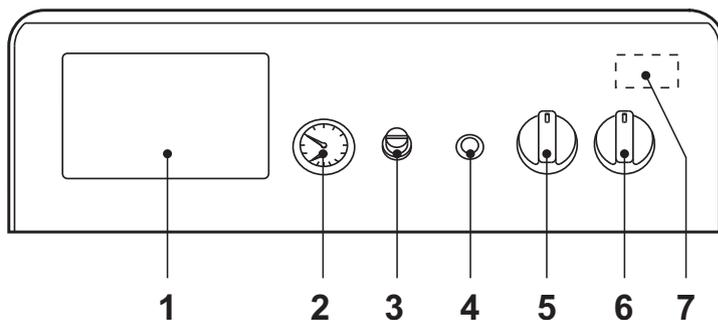
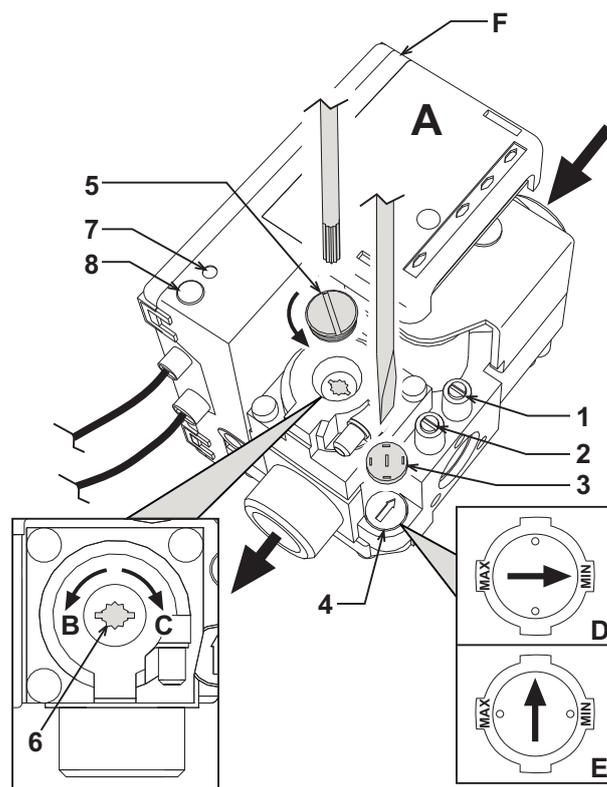

рис. 1 - Панель управления
рис. 3 - Регулирование давления
- Установите главный выключатель “6” в положение 1 (рис. 1).
- Если котел оборудован электронным термостатическим блоком управления, установленным в положении 1 на рис. 1, пользователь должен также соблюдать инструкции, предоставляемые изготовителем данного блока.
Повернув рукоятку 5 на рис. 1 по часовой стрелке, температура воды в системе отопления повышается и наоборот. Температуру воды в системе отопления можно регулировать в пределах от 30° до 90°. Однако не рекомендуется эксплуатировать котел при температуре ниже 45°.
Задайте с помощью термостата температуры воздуха в помещении нужную температуру внутри помещения. По команде от комнатного термостата котел нагревает воду в системе отопления до температуры, заданной с помощью термостата регулировки котла 5 де рис. 1. При достижении в помещении желаемой температуры котел выключается.
При заполнении холодной системы отопления, давление воды, контролируемое по показаниям установленного на котле водомера поз. 2 на рис. 1, должно составлять примерно 1,0 бар. Если во время работы давление воды в системе упало (из-за испарения растворенных в воде газов) до величины ниже вышеуказанного минимума, пользователь должен открыть кран подачи воды и довести давление до первоначального значения. По окончании операции всегда закрывайте кран подачи воды.
Подключите манометр к штуцеру отбора давления 2 (рис. 3), расположенному после газового клапана, затем переведите ручку термостата котла (поз. 5 - рис. 1) на максимум.
Сняв защитную пробку 5 (рис. 3), регулируйте давление газа с помощью винта 6 на желаемое значение (см. таблицу технических данных и диаграммы изменения мощности, приведенных в сар. 5).
2. Снимите с газового вентиля маленький защитный колпачок 3 (рис. 3). С помощью маленькой отвертки отрегулируйте "СТУПЕНЬ" розжига на основании выбранного для работы газа (G20-G25 Положение D рис. 3 или G30-G31 Положение E рис. 3); установите защитный колпачок на место.